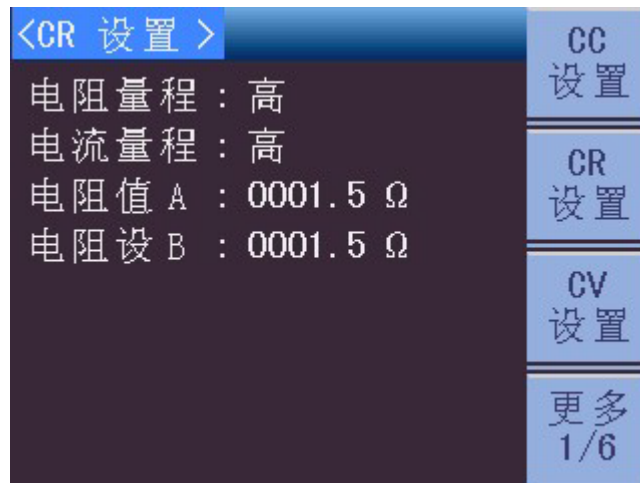

图 4-4 CR 设置页面
**CR** 设置包含电流量程设置，电阻量程设置，电阻值 **A** 设置，电阻值 **B** 设置。如图 4-4 所示。